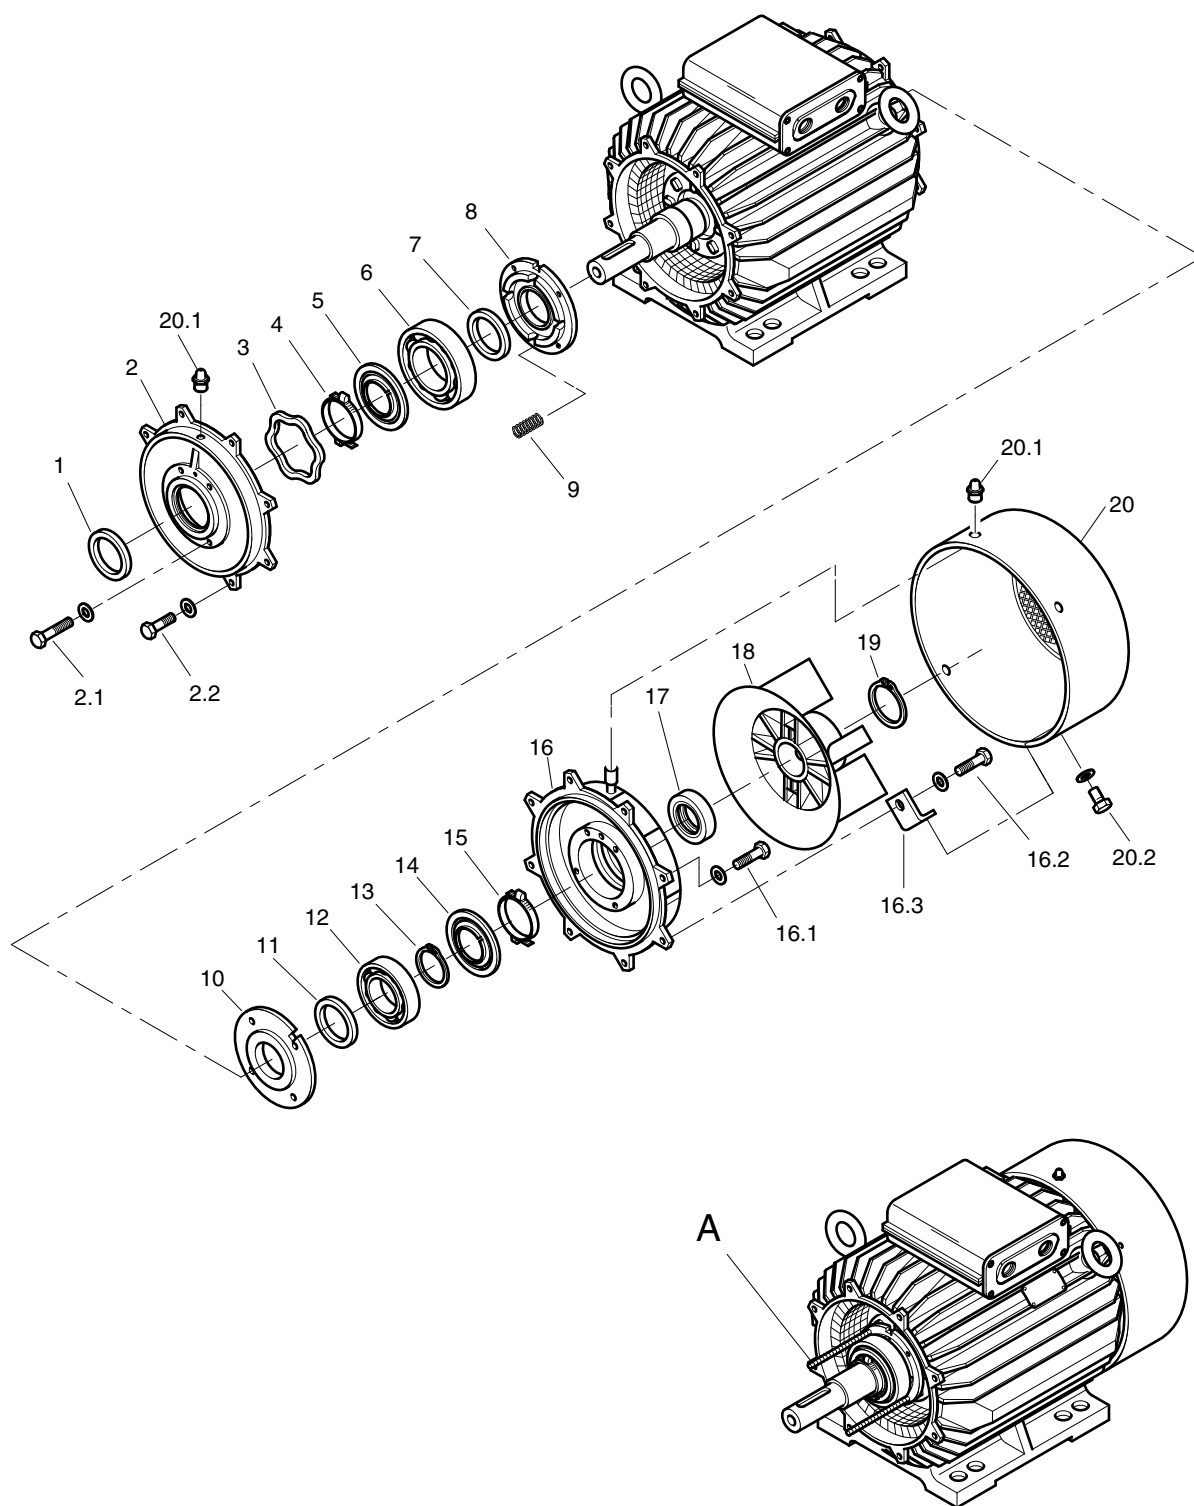

Рис. 13: Замена подшипников с высотой оси 180 до 315
5.5.2 Монтаж радиального шарикоподшипника, расположенного на стороне привода и на противоположной стороне (→ рис. 13) (В случае роликоподшипника с цилиндрическим роликом, расположенного на стороне привода, см. главу 5.5.4)